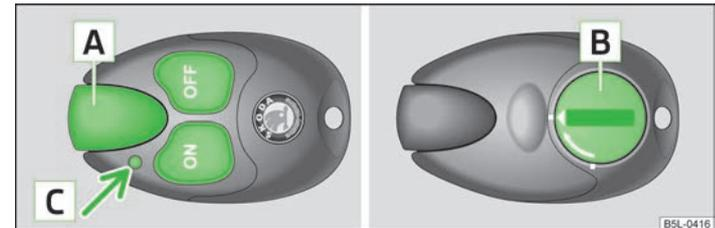

Abb. 111 Zusatzheizung: Funk-Fernbedienung
- › Zum Einschalten die Taste  » Abb. 111 drücken.
Die wirksame Reichweite beträgt bei geladener Batterie bis zu 600 m. Zum Ein- oder Ausschalten der Zusatzheizung die Funk-Fernbedienung senkrecht, mit der Antenne **[A]** » Abb. 111 nach oben, halten. Die Antenne darf dabei nicht mit den Fingern oder der Handfläche überdeckt werden. Hindernisse zwischen der Funk-Fernbedienung und dem Fahrzeug, schlechte Witterungsverhältnisse und eine schwächer werdende Batterie können die Reichweite deutlich verringern.
Die Kontrollleuchte **[C]** » Abb. 111 in der Funk-Fernbedienung zeigt nach einem Tastendruck an, ob das Funksignal von der Zusatzheizung empfangen wurde und ob die Batterie ausreichend geladen ist.
Wenn die Kontrollleuchte der Funk-Fernbedienung eine schwache oder entladene Batterie anzeigt **[C]** » Abb. 111 auf Seite 104, muss diese gewechselt werden. Die Batterie befindet sich unter einem Deckel **[B]** » Abb. 111 auf Seite 104 auf der Rückseite der Funk-Fernbedienung.